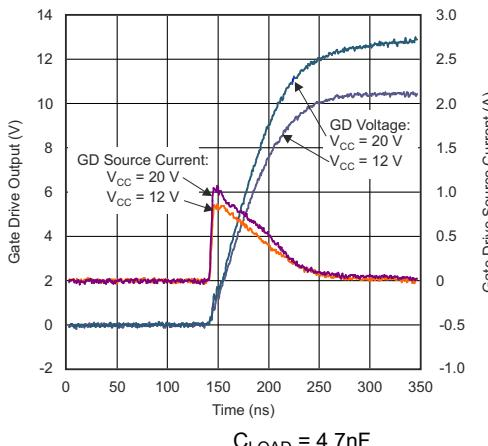
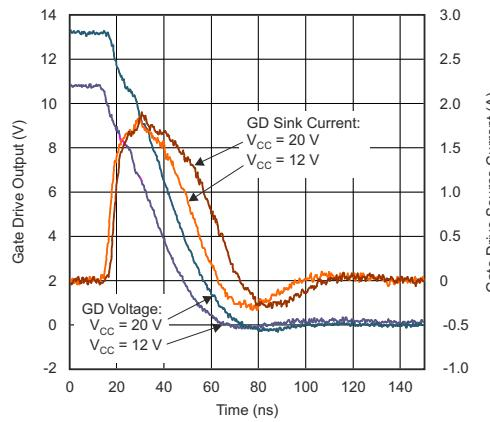
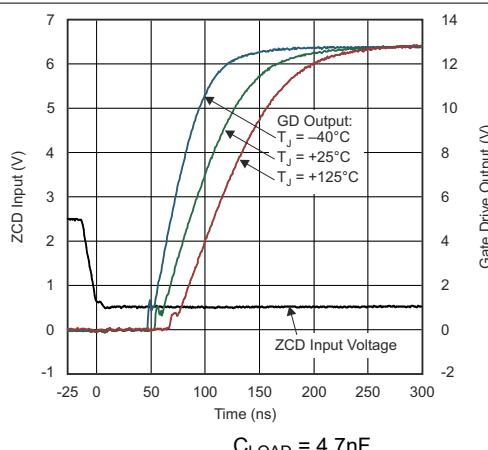
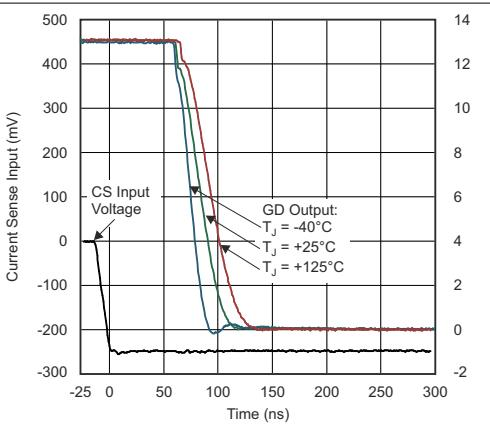

図 6-13. ゲート駆動立ち上がりと時間との関係
図 6-14. ゲート駆動立ち下りと時間との関係
図 6-15. ゲート駆動立ち上がり / ZCD 入力からの遅延と時間との関係
図 6-16. ゲート駆動立ち下り / CS 入力からの遅延と時間との関係
- (1) 過剰な V_{CC} 入力電圧および電流は本デバイスを損傷させます。このクランプは、レギュレートされていないバイアス電源から本デバイスを保護することはありません。レギュレートされていないバイアス電源を使う場合、UA78L15A などの直列接続の固定正電圧レギュレータを使うことを推奨します。 V_{CC} の電圧、電流、接合部温度の制限値については、「絶対最大定格」表を参照してください。
- (2) 代表的なゲート駆動波形については、「代表的特性」の 図 6-13、図 6-14、図 6-15、図 6-16 を参照してください。
- (3) ZCD ブランкиング時間は設計により保証されています。
- (4) ゲート駆動オン時間は ($V_{COMP} - 0.125V$) に比例します。オン時間比例係数 K_T は、 R_{TSET} 値で直線的にスケーリングされ、2 相モードと単相モードでは異なります。スイッチング周期の最小値は R_{TSET} に比例します。
- (5) ZCDA と ZCDB の両方の立ち下がりエッジが再起動時間の間検出されない場合、GDA と GDB の両方で出力オン時間が生成されます。単相モードでは、ZCDA 入力と GDA 出力に再起動時間が適用されます。
- (6) 通常の動作範囲より高い温度では、サーマル シャットダウンが作動します。通常動作温度を上回る温度でのデバイス性能は、規定も保証もされていません。